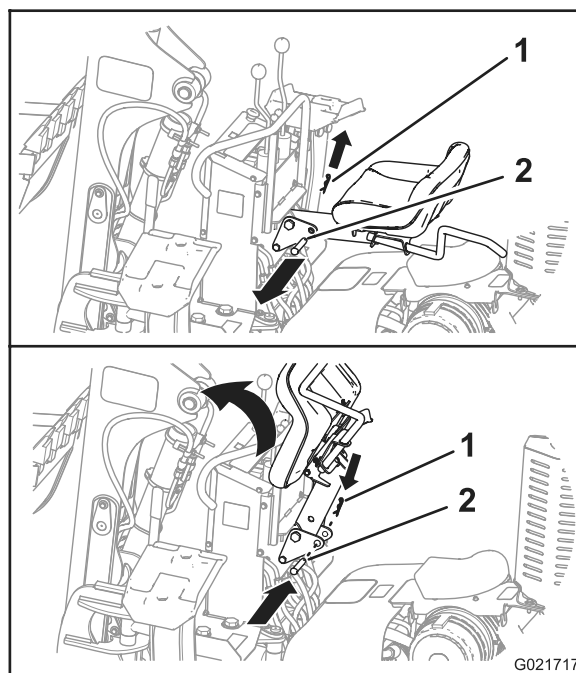

Рисунок 37
- Извлеките шплинт из стопорного штифта сиденья (Рисунок 37).
- Снимите стопорный штифт сиденья с рамы обратной лопаты и стойки сиденья (Рисунок 37).
- С. Поверните стойку сиденья вверх и вставьте стопорный штифт сиденья сквозь отверстия в раме обратной лопаты, чтобы удерживать сиденье в верхнем положении и обеспечить место для снятия передней панели (Рисунок 37).
- А. Снимите стопорный штифт сиденья и опустите стойку сиденья в рабочее положение (Рисунок 37).
- В. Вставьте стопорный штифт сиденья сквозь отверстия в раме обратной лопаты и стойки сиденья (Рисунок 37).
- С. Установите шплинт в отверстие стопорного штифта сиденья (Рисунок 37).